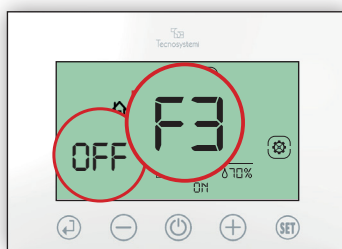

Fig.35
- 3.1 Verificare il lampeggio di OFF e fascia F3, premere il tasto  per impostare ON e confermare con  (Fig.35)